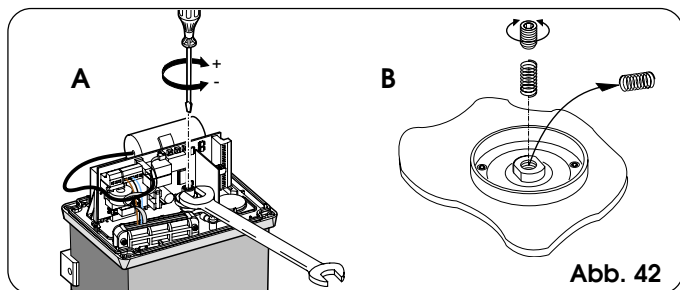

Abb. 42
- 2) Die Motorwelle mit einem Engländer festgespannt halten und die Einstellung mit Hilfe der Einstellungsschraube der Kupplung mit einem Inbusschlüssel oder einem Schraubenzieher gemäß Abb. 42 Bez. A vornehmen. Zur Erhöhung des Drehmoments ist die Schraube im Uhrzeigersinn zu drehen. Zur Verminderung des Drehmoments ist die Schraube im Gegenuhrzeigersinn zu drehen.
- Der Antrieb wird in der Standardausführung mit der Einstellfeder der Kupplung für Tore bis 1000 kg geliefert. Für Tore mit höherem Gewicht ist die andere mitgelieferte Feder zu verwenden. Zum Auswechseln der Feder sind die in Abb. 42 Bez. B enthaltenen Anweisungen zu befolgen.